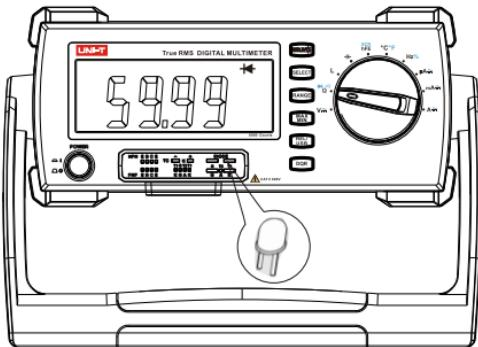

图3
- 使用UT-S03A (Multi-Function Socket) 插到台式机正确的位置：(如图3)